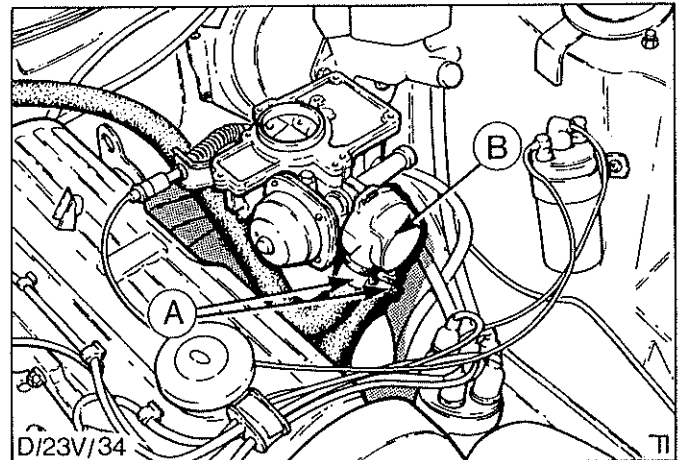

Abb.69 Startautomatik
5. Kreuzschlitzschrauben (3) entfernen und Bimetallfedergehäuse abbauen, Abb.69.